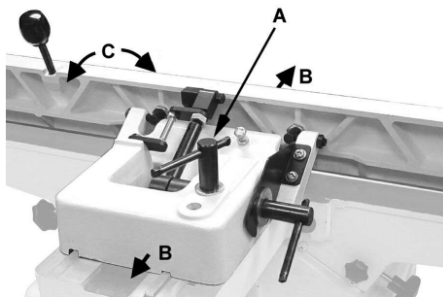

Рис. 18
Упор можно перемещать вперед или назад по всей ширине стола (В, Рис. 18). Он также наклоняется до 45 градусов вперед и имеет
1. Ослабьте фиксатор (А, Рис. 18).
2. Установите весь узел упора (В, Рис. 18) в нужное положение и затяните фиксатор.